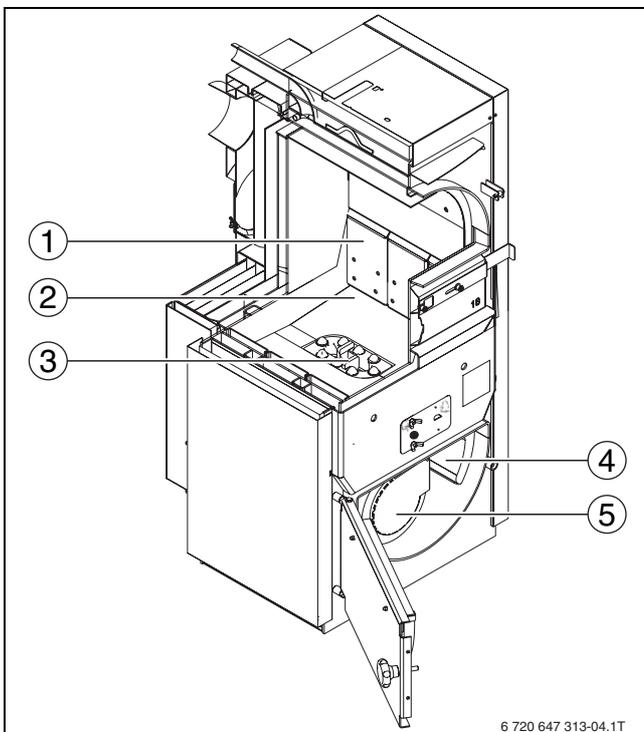

Fig. 14 Vano di carico con deflettore in ghisa
- ▶ Posizionare sul pavimento del vano di carico (→ fig. 14, [2]) sei pagine doppie di carta di giornale spiegazzata.